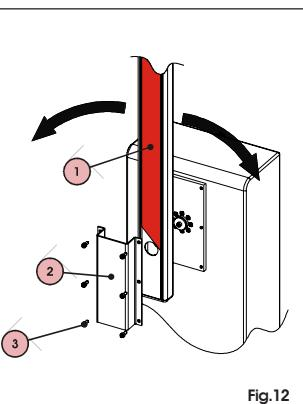

Fig.12
617 (Fig.12)
- Introduzcan la barra, ref.1 fig.12.
- Coloquen el soporte en "C", ref.2 fig.12, y atornillen los seis tornillos suministrados en dotación, ref.3 fig.12.